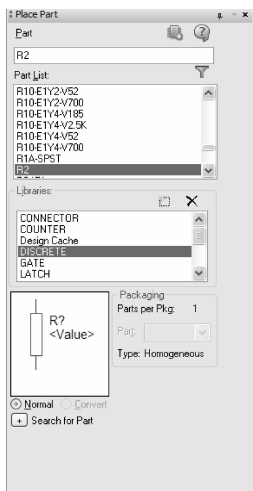

图 6-144 选择电阻元件
1) 放置电阻元器件。在“Place Part（放置元件）”面板中选择“DISCRETE. olb（分立式元件库）”，在元器件过滤列表框中输入“R2”，在元件预览窗口中显示符合条件的元器件 R2，如图 6-144 所示。将元器件放置到图样空白处。